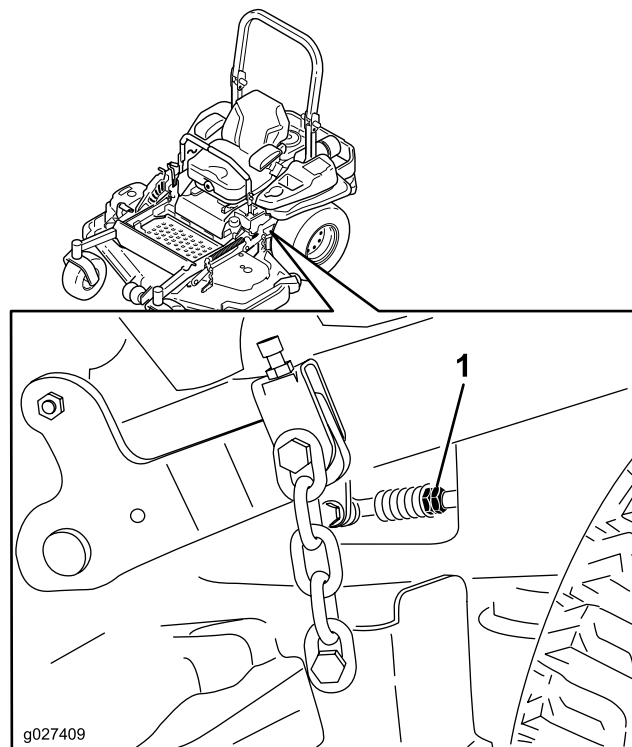

Figura 82
10. Ajuste la longitud de las varillas de control de las bombas girando las tuercas dobles de la varilla en el sentido apropiado, hasta que las ruedas se muevan ligeramente en marcha atrás (Figura 82).